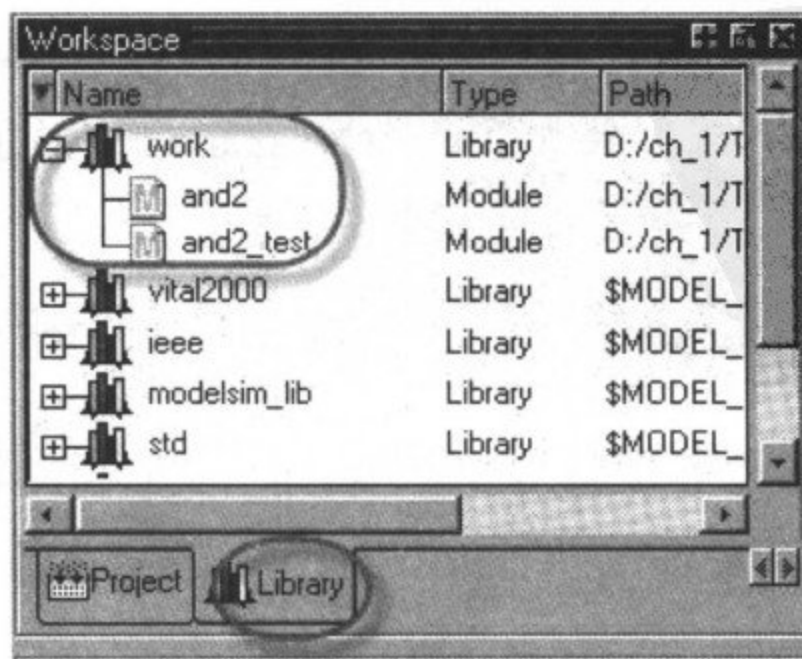

图 3-74 打开 Library 选项卡
(1)打开 Library 选项卡,点击 work 旁边的加号,如图 3-74 所示。